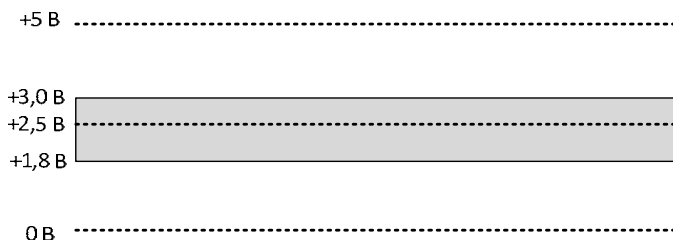

Рис. 1.4. Области нуля, единицы и неопределенности
Если мы договоримся все напряжения ниже половины напряжения питания называть нулем, а выше — единицей, то такой код будет труднее всего исказить. Чтобы не путать двоичные нули и единицы с нулями и единицами вольт, используют названия «логический ноль» и «логическая единица». Еще их называют «низкий уровень» и «высокий уровень» — понятно почему. Строго говоря, вблизи середины полного диапазона напряжений есть некоторая область неопределенности. В ней узел цифровой схемы находится во время переключения из одного состояния в другое, когда нельзя сказать точно, произошел ли уже переход из высокого уровня в низкий и наоборот, или еще нет. Так, на рис. 1.4 области неопределенности, отмеченной серым цветом, соответствуют напряжения от 1,8 до 3 В, т. е. области логической единицы и логического нуля в этом примере несколько несимметричны относительно половины напряжения питания. Такое тоже бывает, симметрию никто гарантировать не может. Но если вы мысленно совместите этот рисунок с пре-
5. Распределение областей логического нуля, логической единицы и области неопределенности такое, как на рис. 1.4. Сигнал логической единицы подвергся воздействию помехи и опустился вниз на 30% от номинального напряжения 5 В. Произошло ли искажение передаваемых цифровых сигналов?